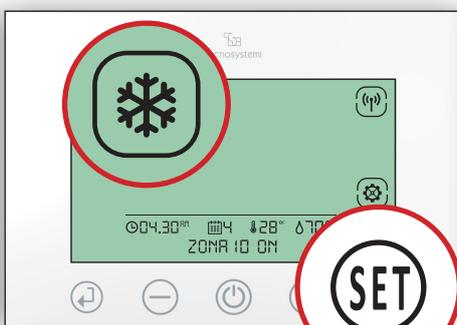

Fig.10
5.2 **Raffrescamento (estate).** Premere più volte SET fino a visualizzare il simbolo ❄ : premere il tasto \hookrightarrow per confermare e uscire dal menù. Tale impostazione verrà inviata automaticamente anche agli altri cronotermostati presenti nel sistema. (Fig 10)